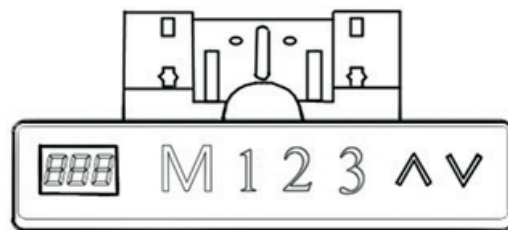

Bild 3: styrenhet
- E. För att ställa in olika höjder, håll ned "UP"- eller "DOWN"-knappen tills skrivbordet nått önskad höjd och tryck på "M"-knappen. Tryck sedan på knapp "1". Höjdinställningen kommer att lagras av knapp "1". Fortsätt hålla ned "UP"- eller "DOWN"-knappen och välj en ny önskad höjd. Tryck på "M"-knappen och tryck sedan på knappen "2". Höjdinställningen kommer att lagras av knapp "2". På samma sätt kommer en höjd lagras på "3". Efter att du ställt in höjderna trycker du på knapparna 1, 2 eller 3 så kommer skrivbordet ställas in på den lagrade höjden. (Se bild 3)